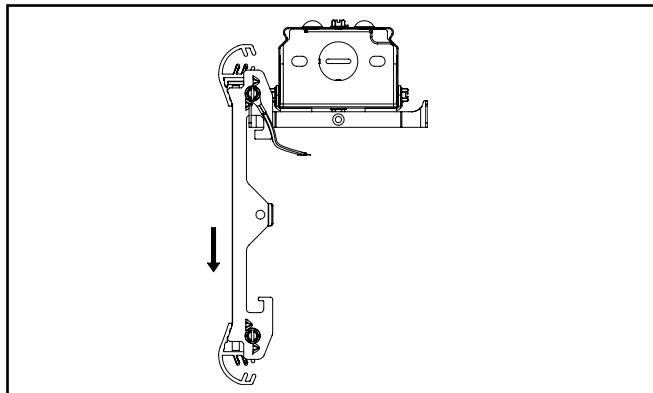

Figura 5.2.
- B. Coloque la unidad de la guía de ondas dentro de la ranura del soporte de la bisagra del conductor (Figura 5.2).